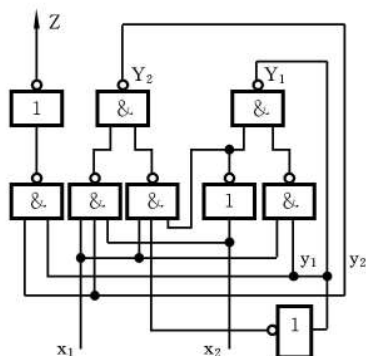

图 6.41 逻辑电路
6.9 分析图 6.41 所示电平异步时序逻辑电路，作出流程表，总态图，说明该电路的逻辑功能。